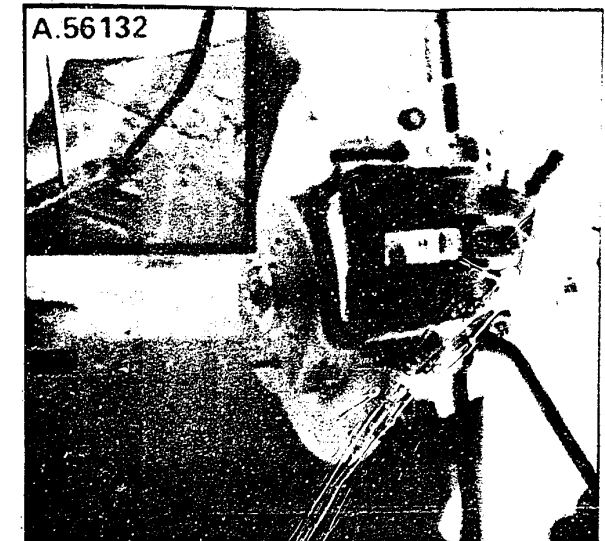

Bild 49 Lösen des Bremssattels (oben) und Herausnehmen der Bremsklötze (unten), an den Scheibenbremsen vorne.
b) **Scheibenbremsen vorne:** Zum Auswechseln der Bremsklötze müssen die zwei Schrauben am Bremssattel gelöst, dieser abgehoben und auf die Seite gelegt werden (Bild 49).